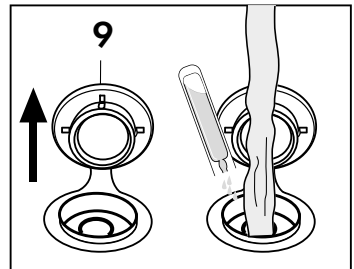

Fig. 20
- Verser un flacon de 10 ml dans la chaudière ) avec 0,5 l d'eau après avoir retiré le bouchon (9) (Fig. 20) et utiliser l'appareil normalement.